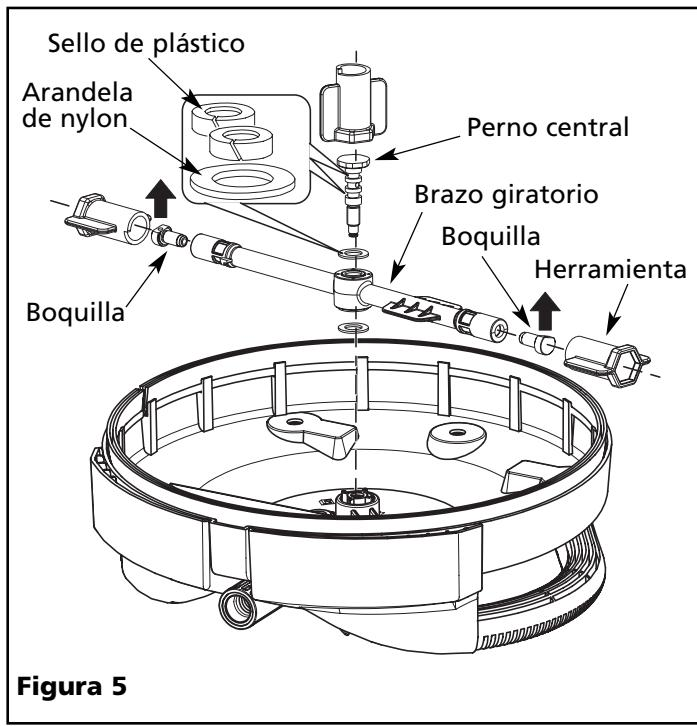

Figura 5
**NOTA:** Despues de un uso reiterado o de daño, cambie los sellos de plástico y la arandela de nylon según sea necesario (vea la Figura 5). Se han incluido sellos y arandelas adicionales para su practicidad.
1. Con la herramienta que se proporciona, retire el perno central y el brazo giratorio como se muestra en la Figura 5.
2. Usando la misma herramienta, retire la boquilla de cada extremo del brazo giratorio como se muestra en la Figura 5.
4. Reemplace el brazo giratorio y el perno central. Ajuste el perno central usando la herramienta que se proporciona, como se muestra en la Figura 5.